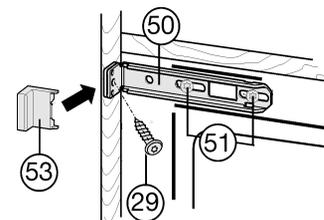

Fig. 16
- Desserrer un peu les vis Fig. 16 (51).
- Visser l'étrier supérieur Fig. 16 (50) à l'aide d'une vis à panneaux de particules Fig. 16 (29)  $\varnothing 4 \times 19$  sur la paroi du meuble.
- Casser l'extrémité du cache Fig. 16 (53) qui dépasse.
- Bien serrer les vis Fig. 16 (51).
- Remettre le cache Fig. 16 (53).